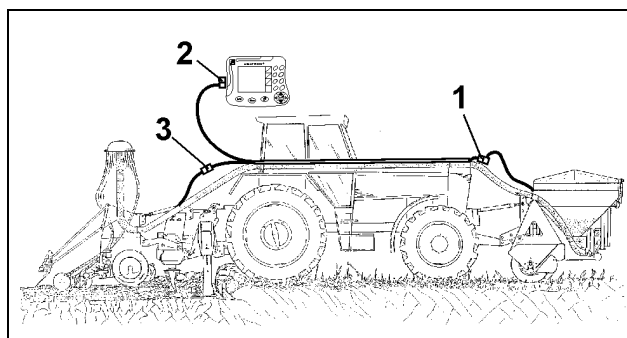

Fig. 33
Coloque y fije junto con los tubos de siembra el arnés de cables (Fig. 33) al remolcador.
- Conectar la clavija combinada del tanque frontal al arnés de cables (Fig. 33/1, Fig. 34).
- Conectar la clavija del riel de siembra al arnés de cables (Fig. 33/3).
- Conectar el arnés de cables con la clavija de máquina al equipamiento básico de remolcador del **AMATRON⁺** (Fig. 33/3, Fig. 35).